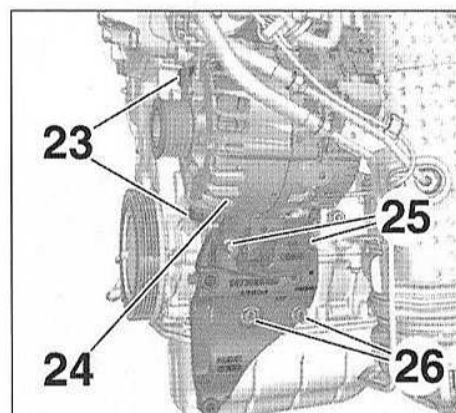

FIG.31
- Desserrer, de quelques tours, les vis (23) (Fig.31).
- les vis (25),
- les écrous (26).